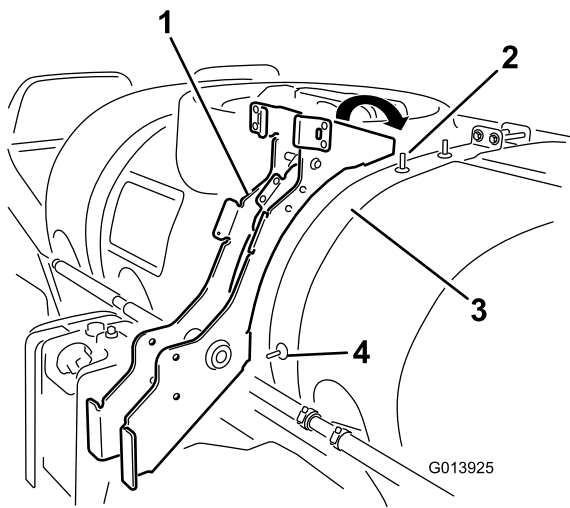

Bild 9
3. Bauen Sie den Rahmen über dem Behälterriemen ein; fluchten Sie das untere Loch im Rahmen mit der freiliegenden Schraube in der Seite des Behälterriemens und das obere Loch mit der oberen Schraube im Behälterriemen aus, wie in Bild 9 dargestellt.